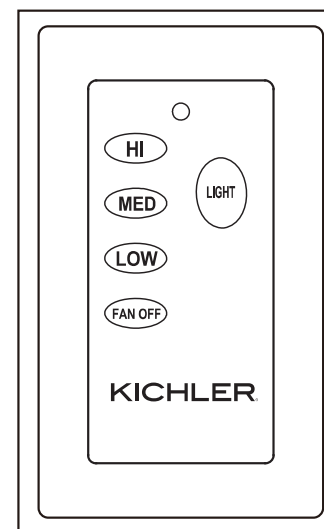

Fig. 21
- Botón LIGHT = el botón "LIGHT" enciende o apaga la luz y también controla la configuración de brillo. (Fig. 21)